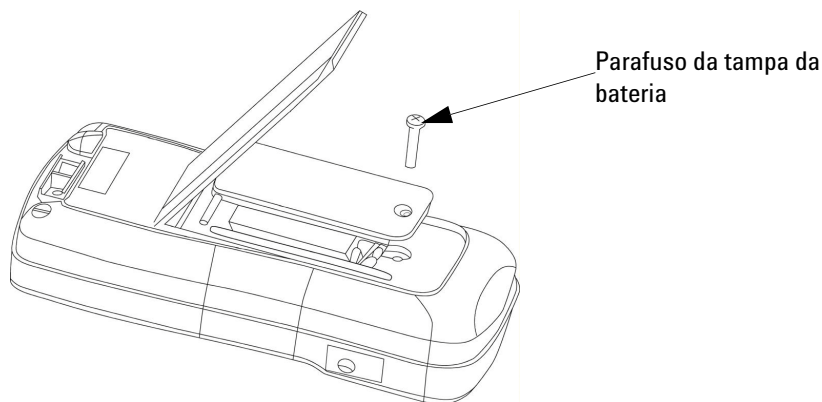

Figura 4-1 Substituição da bateria
- 2 Afrouxe o parafuso da tampa da bateria (veja a **Figura 4-1**).